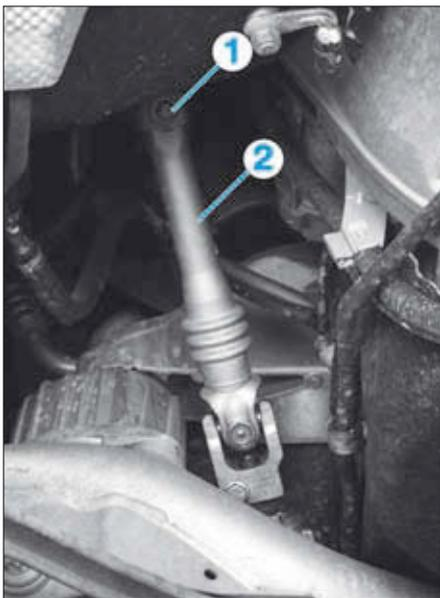

FIG. 9
- Déposer la vis (1) afin de désaccoupler l'arbre de colonne de direction (2) de la colonne de direction (Fig.9).